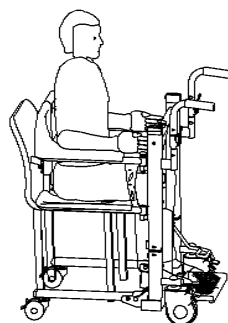

Figura 9
- El usuario puede inclinar ligeramente su cuerpo hacia la izquierda y la derecha mientras el operador gira la estructura lateral correspondiente, permitiendo que el usuario se siente en las estructuras del asiento izquierdo y derecho del vehículo de transferencia en secuencia. (Figura 9)